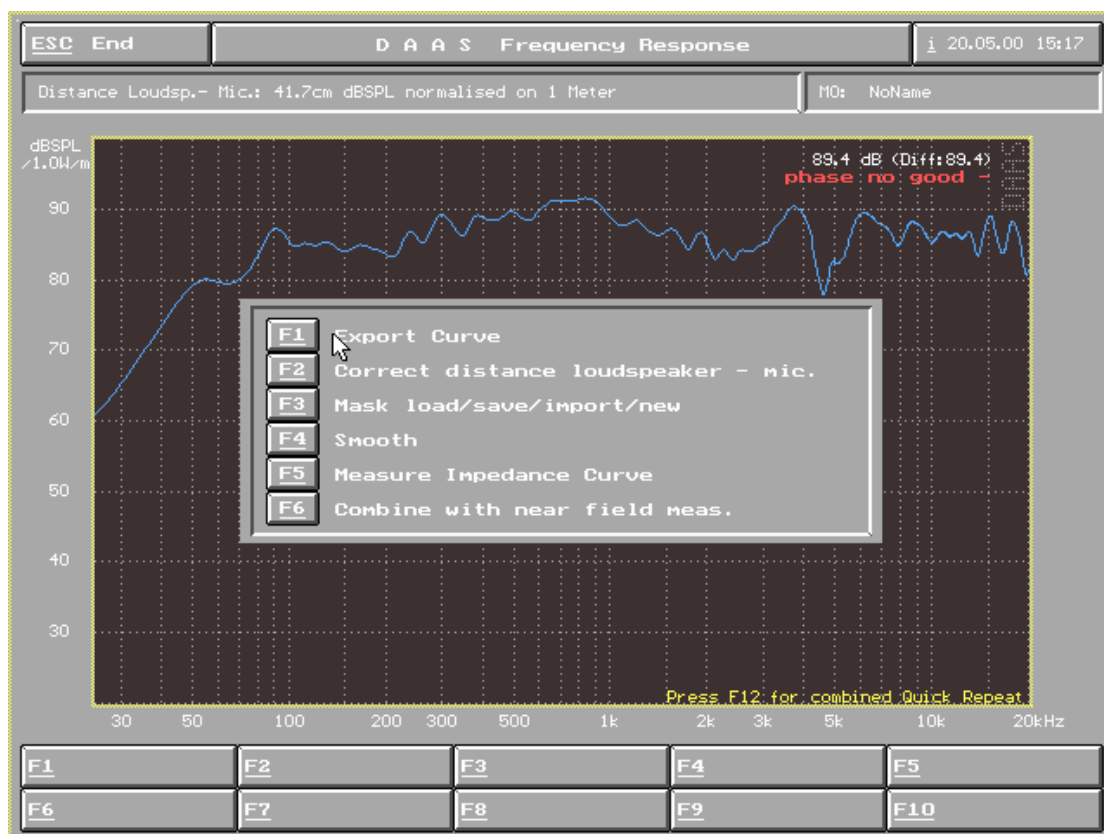

图 13
5) 点击 F10 Functions，进入其它功能设定 (图 13)